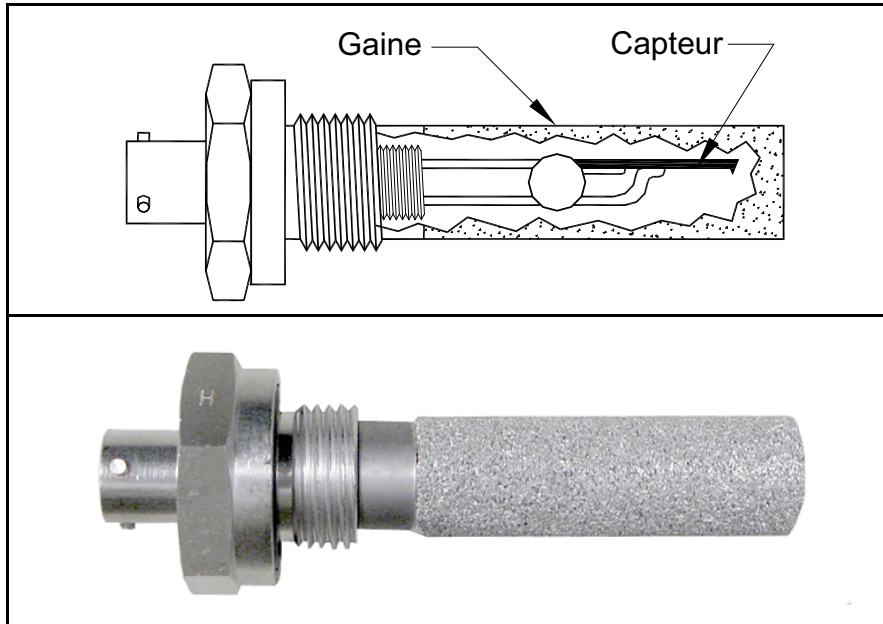
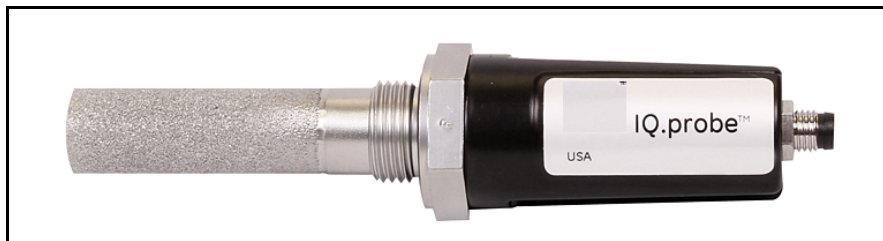

Figure 2: Sonde M Series
Figure 3: IQ.probe
La sonde d'humidité fait partie du système en contact direct avec le process. Le **dew.IQ** fait appel à une sonde **M Series** quelconque de BH (voir *Figure 2* ci-dessous) ou à une **IQ.probe** (voir *Figure 3* ci-dessous) pour mesurer la température du point de rosée en °C ou °F. Le capteur est fixé au support de la sonde et il est protégé par une gaine en acier inoxydable fritté (voir *Figure 2* ci-dessous).
- Sonde M Series (voir *Figure 2 on page 2*)
- IQ.probe (voir *Figure 3 on page 2*)